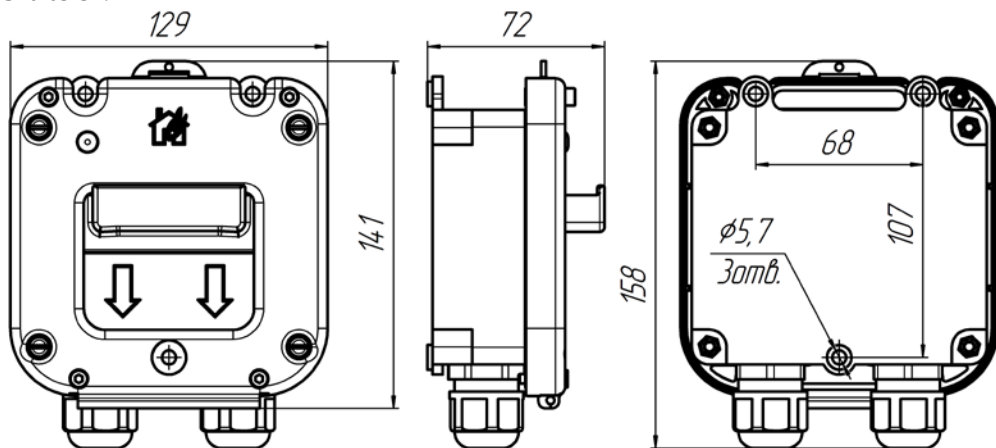

Рис.3. Габаритные размеры извещателя
2.4. Конструктивно извещатель состоит из пластикового корпуса, все части которого выполнены из антистатического пластика с поверхностным сопротивлением не более 10^9 Ом/см² при температуре $(23 \pm 2)^\circ\text{C}$ и относительной влажности $(50 \pm 5)\%$ в соответствии с ГОСТ 31610.0-2014 (IEC 60079-0:2011), основание которого с электронным блоком закрепляется на стене помещения. Затем лицевая панель с приводным элементом шурупами крепится к основанию. Корпус извещателя в соответствии с требованиями заказчика может быть оборудован герметичными пластиковыми кабельными вводами для подведения проводников диаметром от 6 до 14мм или от 13 до 18мм, герметичными вводами МКВ (см. таблицу) из нержавеющей стали марки 12Х18Н10Т, предназначенными для различных вариантов прокладки кабеля количеством 2 шт. Элементы конструкции извещателя показаны на рис.1. Габаритные размеры извещателя показаны на рис.3.